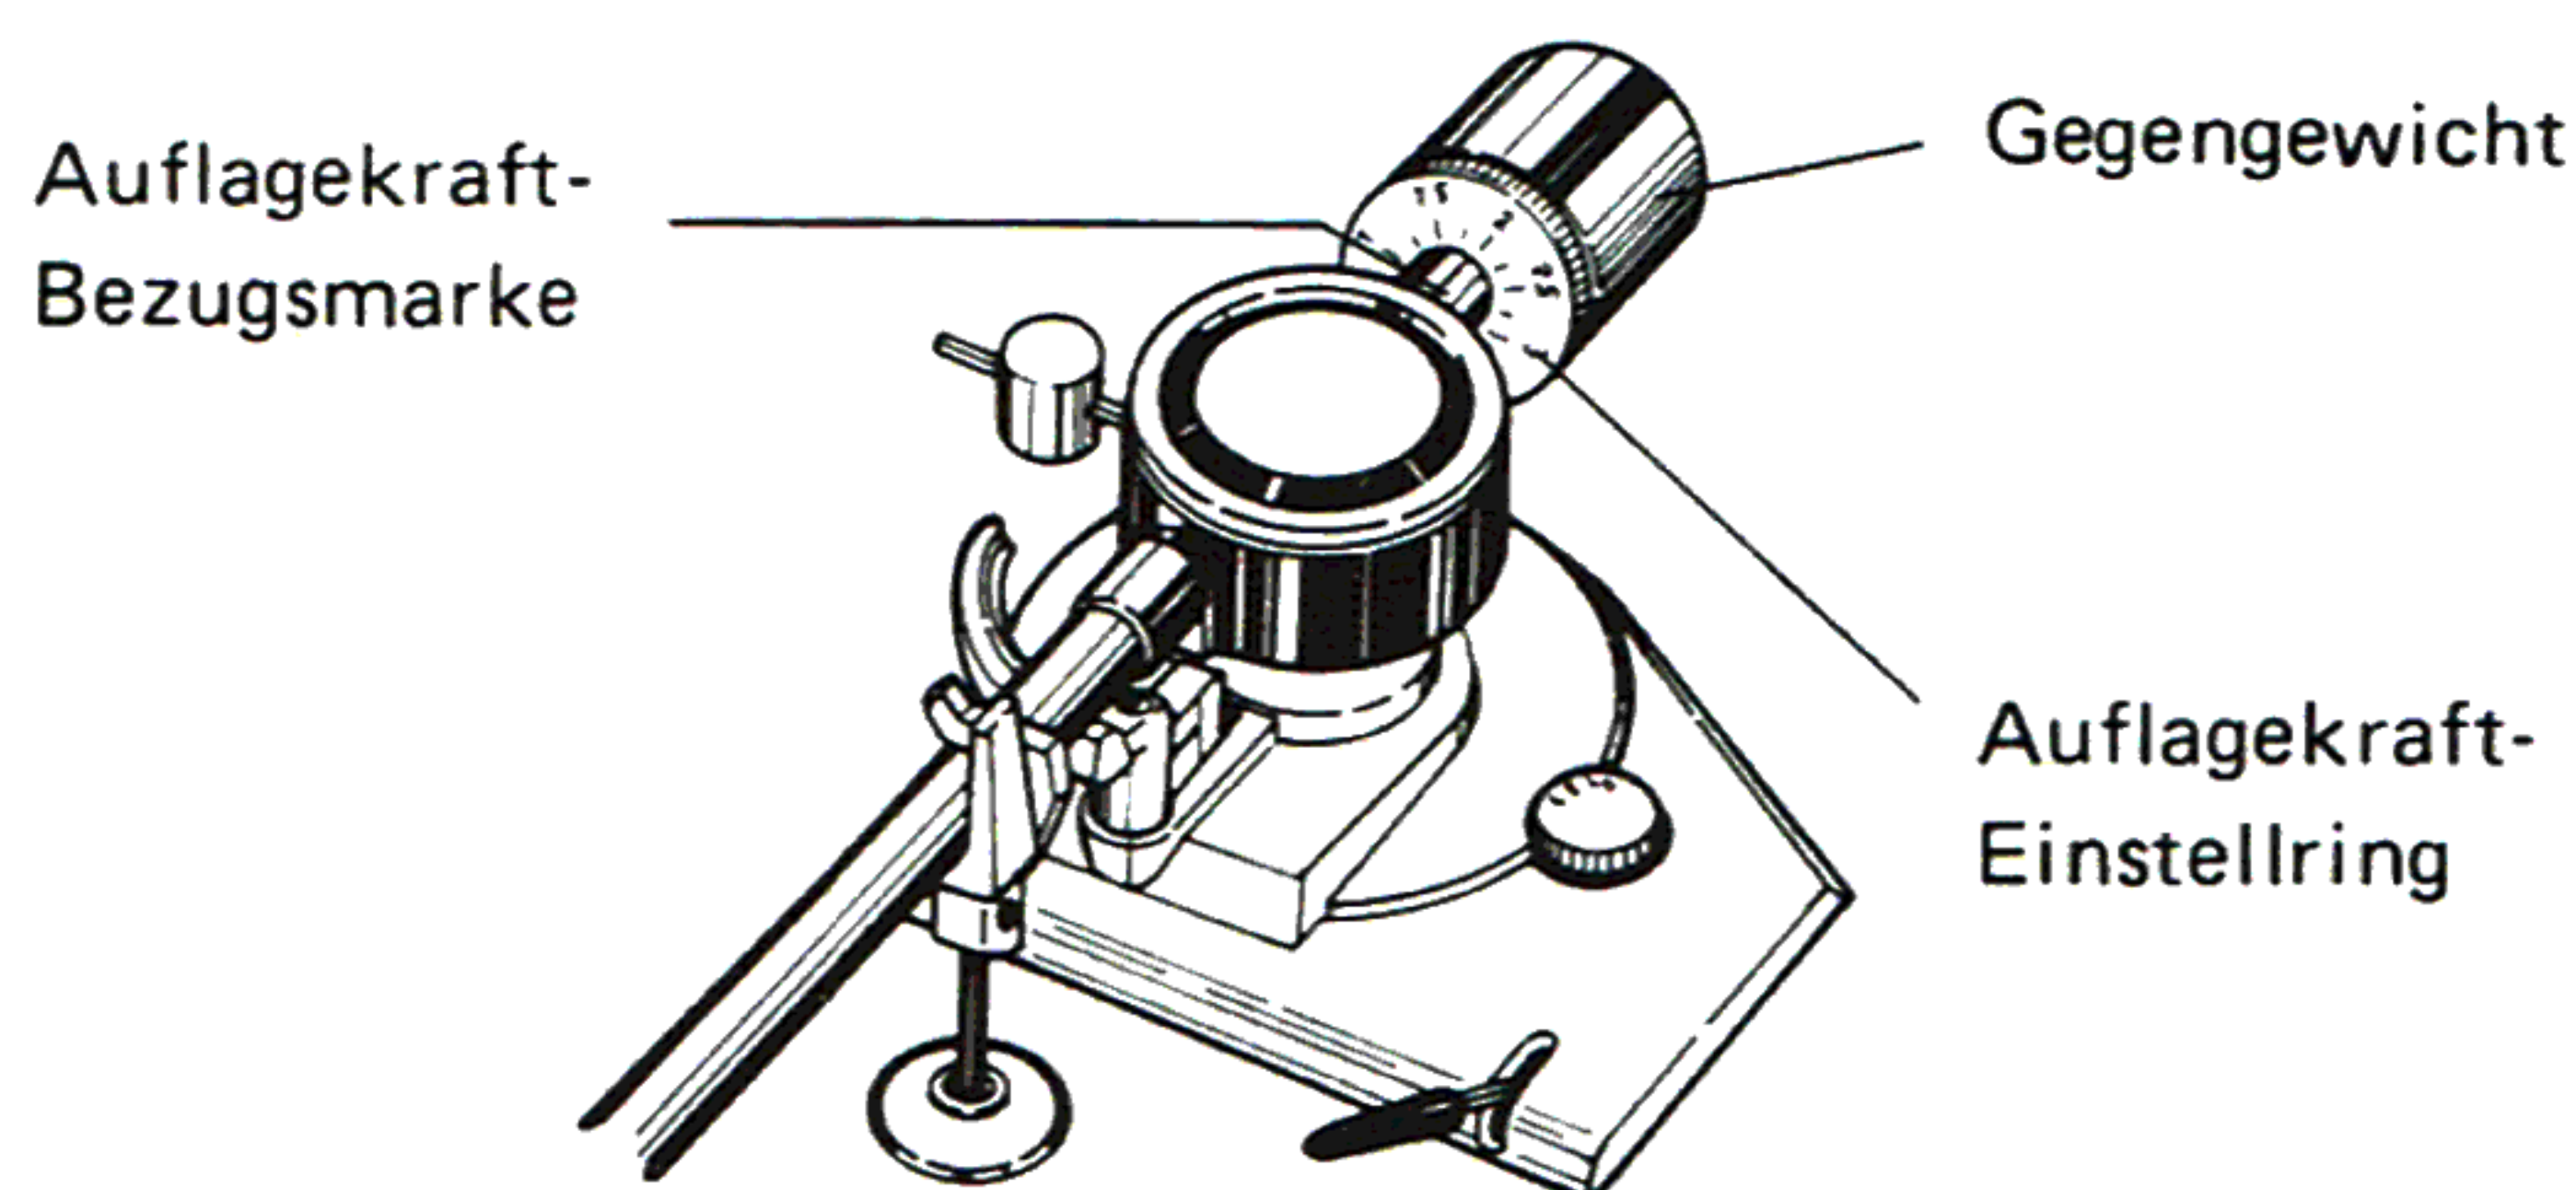

Abb. 6
2. Anschließend die Abtastnadel-Auflagekraft auf den für den Tonabnehmer geeigneten Wert einstellen, indem das Gegengewicht mit Einstellring auf den entsprechenden Wert gedreht wird (Siehe Abb. 6).